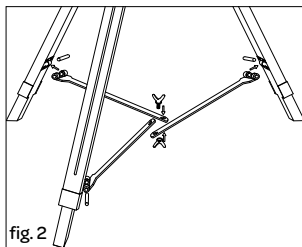

fig. 2
2. Koppel de metalen koppelstukken van het statief aan elkaar met een schroef en vleugelmoer zodat er een driepoot ontstaat - fig. 2.